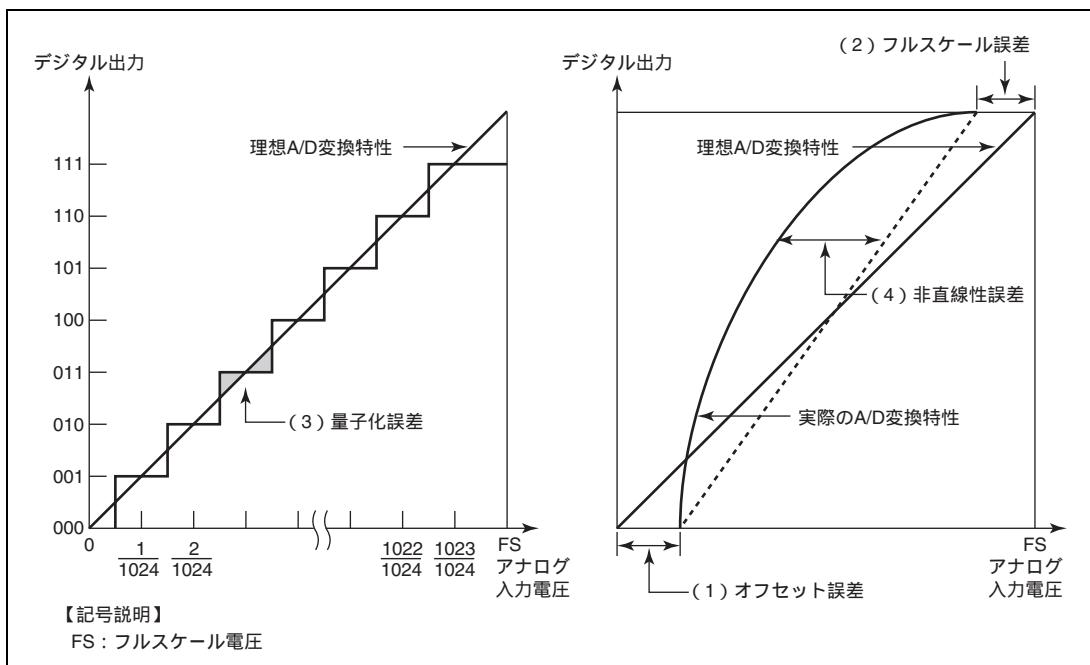

図 20.7 A/D 変換精度の定義
図 20.7 に沿って、上記 1. ~ 4. の誤差を説明します。ただし、図ではわかりやすいように、10 ビットの A/D 変換器を 3 ビットの A/D 変換器に単純化しています。オフセット誤差とは、デジタル出力値が最小値（ゼロ電圧）B'0000000000（図では 000）から B'0000000001（図では 001）に変化するときの、実際の A/D 変換特性と理想 A/D 変換特性との偏差（図 20.7 (1)）です。フルスケール誤差とはデジタル出力値が B'1111111110（図では 110）から最大値（フルスケール電圧）B'1111111111（図では 111）に変化するときの、実際の A/D 変換特性と理想 A/D 変換特性との偏差（図 20.7 (2)）です。量子化誤差とは、A/D 変換器が本質的に有する誤差であり、1/2LSB で表されます（図 20.7 (3)）。非直線性誤差とは、ゼロ電圧からフルスケール電圧までの間の実際の A/D 変換特性と理想 A/D 変換特性との偏差（図 20.7 (4)）です。ただし、オフセット誤差、フルスケール誤差、量子化誤差は含みません。